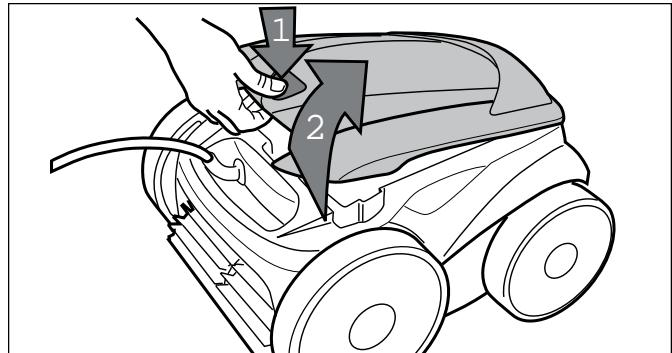

Figure 24. Soulever le couvercle du robot nettoyeur
5. Appuyer sur le verrou du couvercle (1) et soulever le couvercle (2) jusqu'à ce qu'il soit placé en position verticale. (Figure 24).